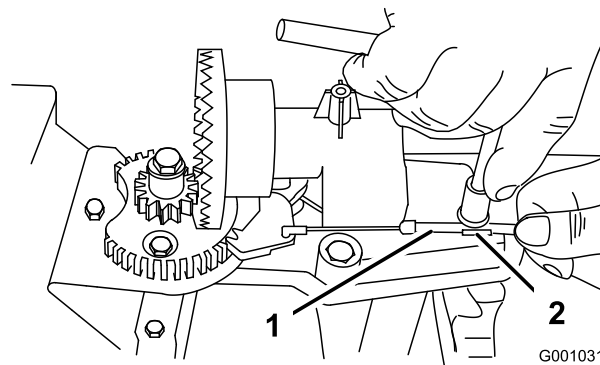
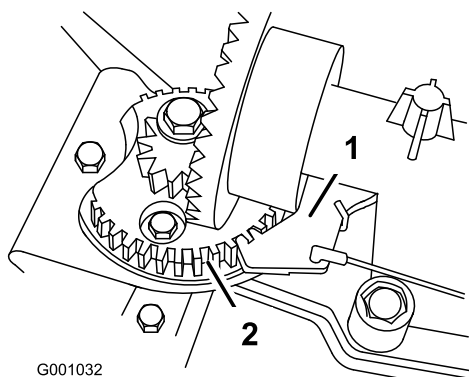

Figura 50
Figura 51
2. Allentate il bullone sul serrafilo per cavi (Figura 50).
3. Afferrate la guaina del cavo e spostatela verso la parte anteriore della macchina finché il fermo del camino di scarico non s'innesta completamente nei denti degli ingranaggi (Figura 50 e Figura 51).
Nota: Il fermo a molla si inserisce automaticamente tra i denti degli ingranaggi (Figura 51).